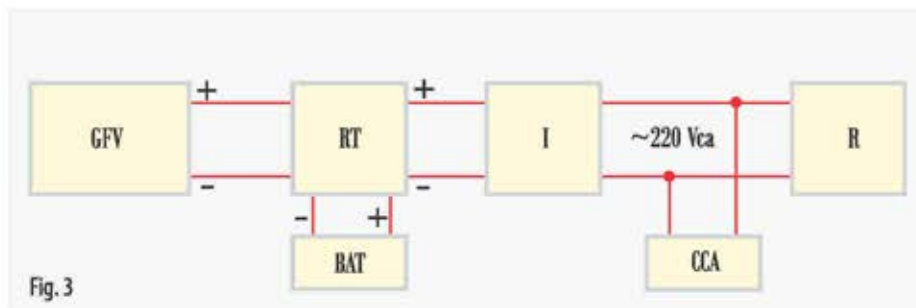

Fig. 3
În Fig. 3 se prezintă cazul utilizatorului conectat la o rețea de distribuție a energiei electrice dar care este dotat cu un sistem fotovoltaic. Există situații când consumul poate fi asigurat cu acest sistem iar surplusul se transmite rețelei (R).